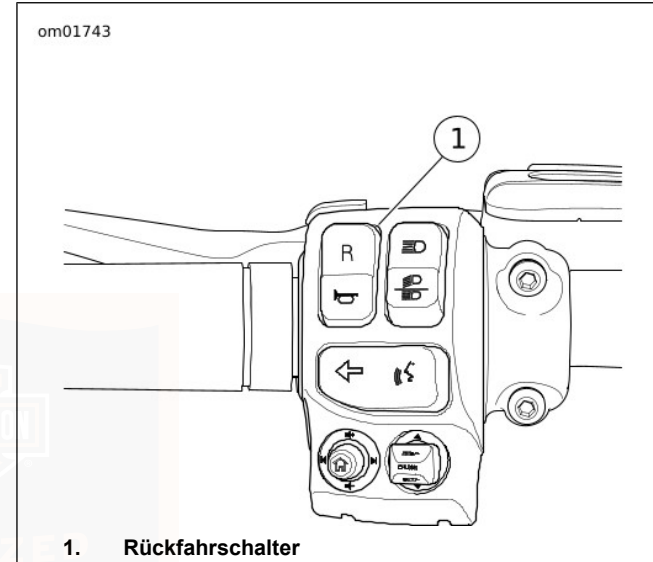

Abbildung 9. Rückfahrbedienelemente
2. Siehe Abbildung 9. Wenn das Fahrzeug gestartet und im Leerlauf ist, den Rückfahrshalter auf den Bedienungselementen der linken Seite drücken und gedrückt halten, bis die Rückfahrleuchte im Drehzahlmesser aufleuchtet. Siehe Abbildung 5. Die Leuchte im Drehzahlmesser zeigt an, dass der Rückwärtsgang eingelegt ist. Den Rückfahrshalter loslassen. Die Leerlaufleuchte schaltet sich aus, wenn sich die Rückwärtsgang-Kontrollleuchte einschaltet.